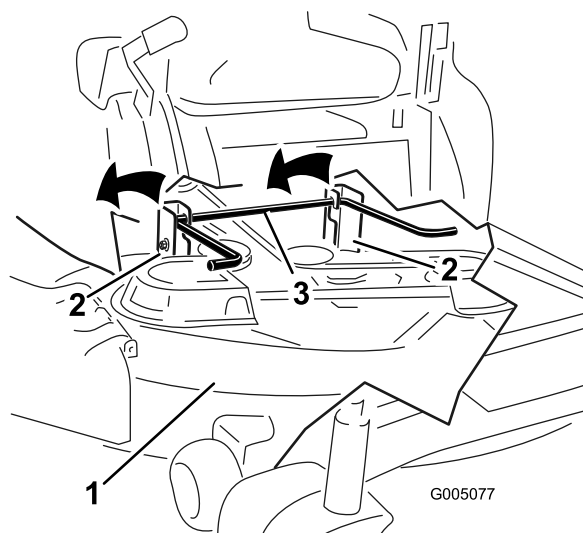

Figure 60
- Soulevez et enlevez le tablier de coupe et les supports de la tige de levage arrière et abaissez la tondeuse au sol avec précaution (Figure 60).
5. Soulevez l'arrière du tablier de coupe et guidez les supports sur la tige de levage arrière (Figure 60).